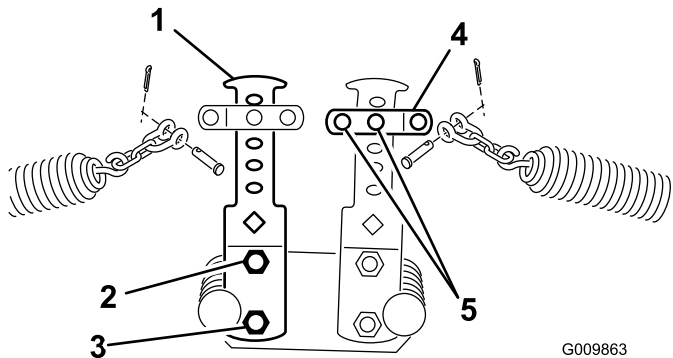
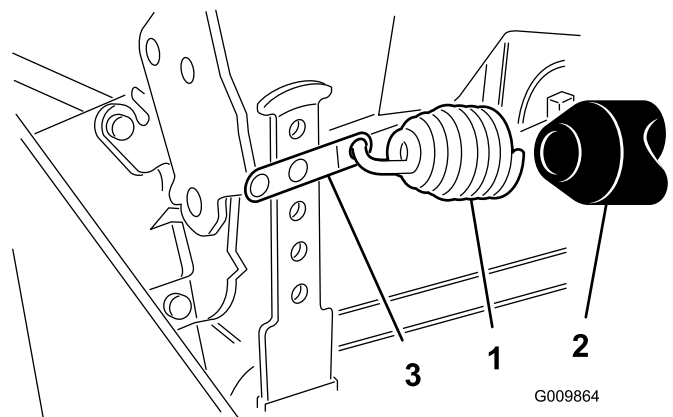

Figura 15
Figura 16
4. Fije el otro extremo del muelle en el taladro apropiado (ver a continuación) de los brazos de contrapeso delantero y trasero (Figura 15 y Figura 16) con el grillete y la cadena, la horquilla, el pasador y la chaveta.
- Fije el otro extremo del muelle en el segundo taladro desde arriba con el grillete con cadena, la horquilla, el pasador y la chaveta (Figura 15).
- En los brazos de contrapresión traseros, instale el protector de vinilo sobre el muelle antes de enganchar el otro extremo del mismo en el grillete del muelle, en el segundo taladro desde arriba (Figura 16).
- Sujete el extremo inferior del brazo de contrapeso al bastidor con el perno y la tuerca que retiró anteriormente. Apriete el perno superior (Figura 15).